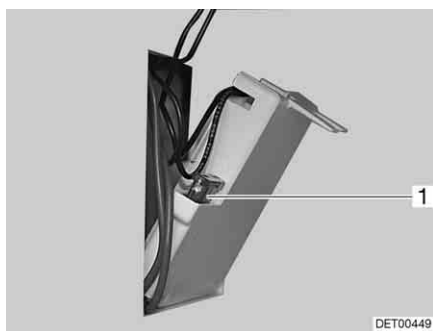

Fig. 129 Fusible des toilettes Thetford
- Changer le fusible (Fig. 129,1).